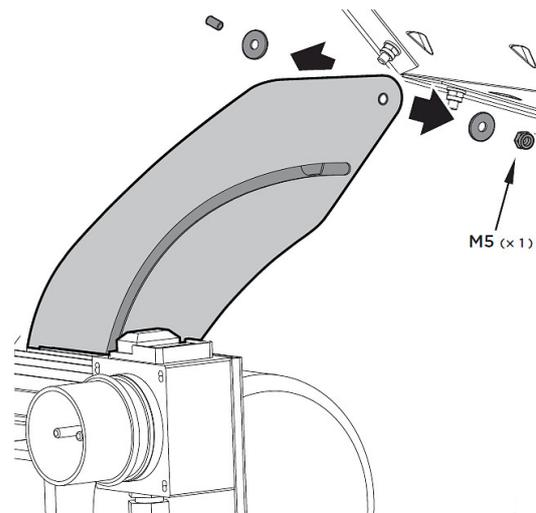

Abb. 10: Sägeblattwechsel Schritt 2
Schritt 3: Lösen Sie die Schraube (Abb. 10).